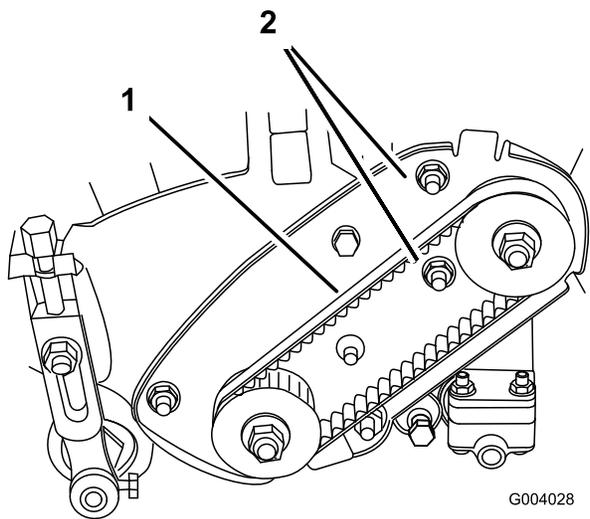

図 32
- A. ベアリング・ハウジング取り付けナットをゆるめる（図32）。
C. ベアリング・ハウジング取り付けナットを締め付ける (図 32)。ベルトを締め付けすぎないように注意する。